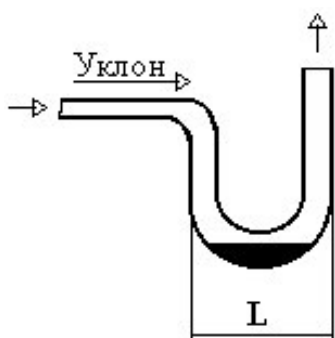

Рисунок 2.6 Маслоподъемная петля
- если в системе имеется восходящий участок газового трубопровода (конденсатор расположен выше агрегата компрессорного либо испаритель расположен ниже агрегата компрессорного), на этом участке возможно скопление масла, что приведет к масляному голоданию компрессора и выходу его из строя. Для избегания этого эффекта в нижней части восходящего участка газового трубопровода следует установить жидкостную ловушку (маслоподъемную петлю) – см. рис. 2.6. Если разность высот превышает 4 м, маслоподъемные петли устанавливаются через каждые 3-4 м. По мере накопления масла в петле его уровень поднимается, сужая проходное сечение для газа, что приводит к увеличению скорости потока и увлечению масла в вертикальный трубопровод.